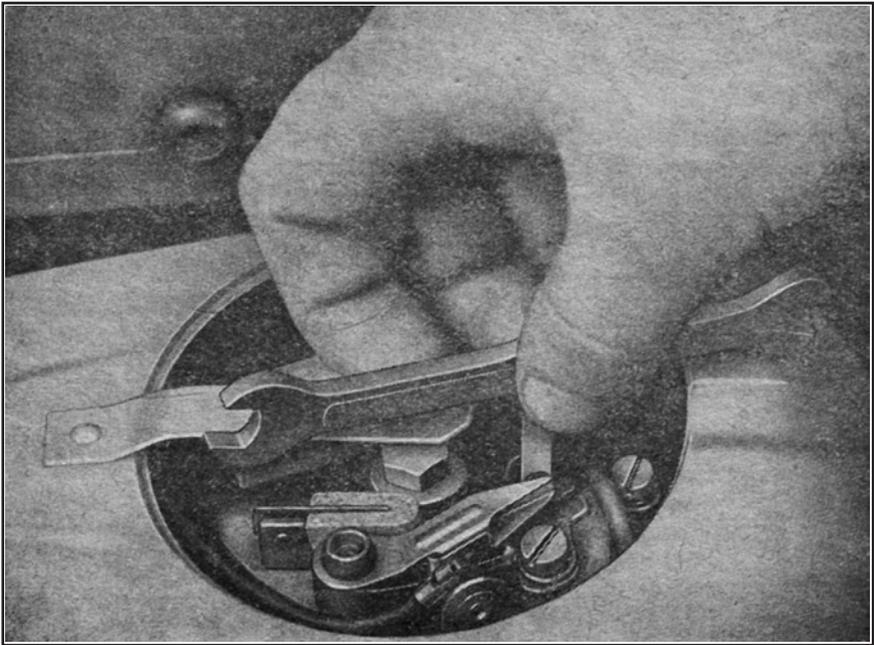

Abb. 27. Messen des Unterbrecher-Kontaktabstandes
- c) Bei dieser Kolbenstellung wird der Abstand zwischen den Unterbrecherkontakten durch die Stellschraube eingestellt. Der Abstand wird mit der im Werkzeugset mitgelieferten Lehre gemessen (Abb. 27), Das dünnere Blech der Lehre soll gerade noch zwischen den Kontakten durchgezogen werden können, dass stärkere Blech jedoch nicht durchgehen.